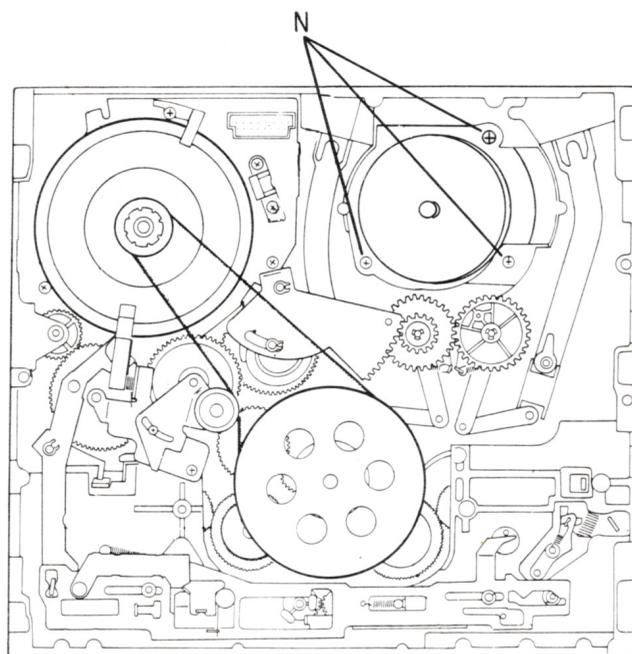

Fig. 13
- Retirer les 3 vis «N» (Fig.13) et démonter le tambour fixe (6) du châssis.
4.2.2 Remontage du tambour fixe (6)
- Positionner le tambour sur le châssis et remettre les 3 vis «N» (Fig.13)